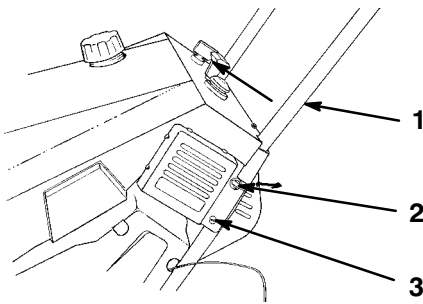

Figure 3
4. Fixez le côté gauche du mancheron avec une vis, un boulon à œil et une entretoise (Fig. 3).